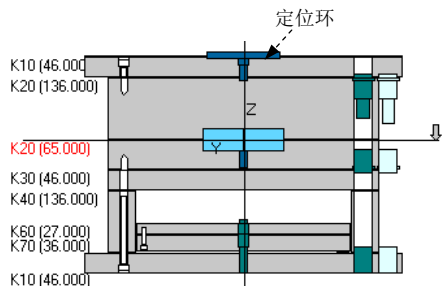

图 30.23 定义定位环
Step2. 定义定位环。在“模架定义”对话框中右击图 30.23 所示的定位环，此时系统弹出图 30.24 所示的“定位环”对话框。在 **HG1高度** 下拉列表中选择数值 **15**，然后单击 **确定** 按钮。